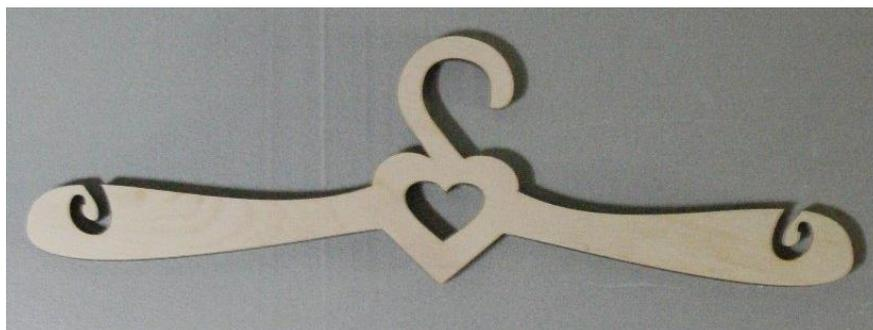

Рис. 3 Вешалка-плечики
1. Разработайте процесс (порядок) изготовления вешалки-плечиков (рис. 3).